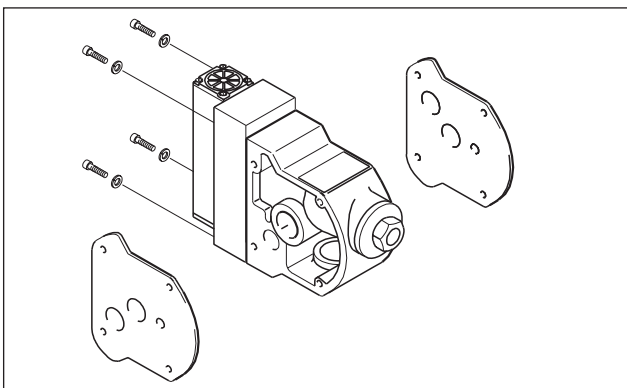

Fig. 18 – Montage du distributeur extérieur
- Défaire les quatre vis de fixation du bloc distributeur. On peut alors extraire le distributeur complet avec commande pilote. L'opération est également possible sans démonter la pompe au préalable ! (Fig. 18).